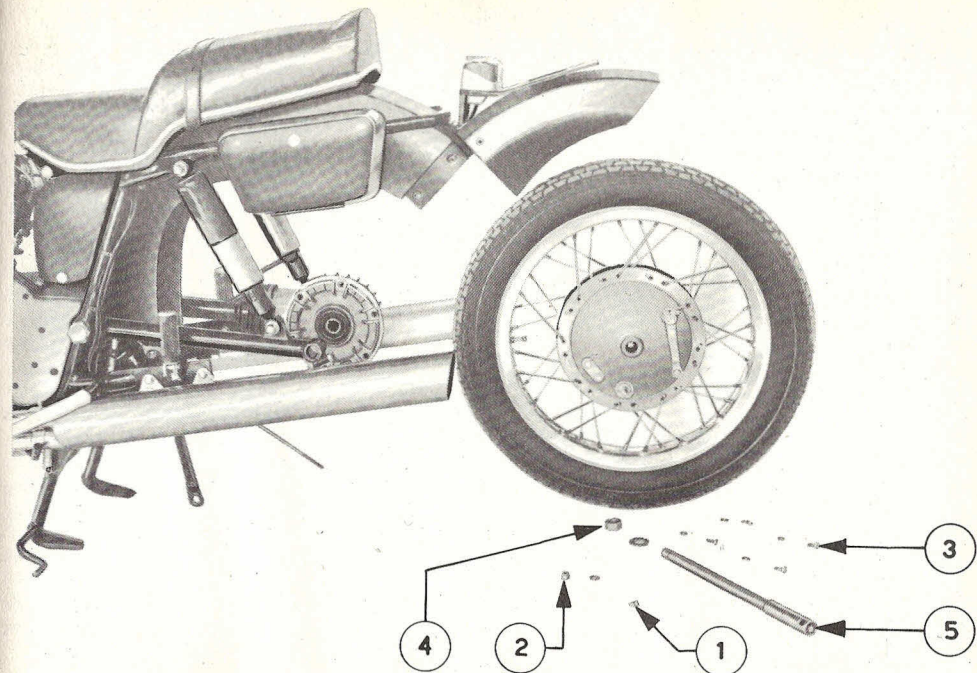

fig. 25
- Togliere il dado 1 fig. 25 registro levetta sulla flangia portaceppi e sfilare l'asta di comando del freno.
- Sfilare il tirante ancoraggio flangia portaceppi svitando il dado 2 fig. 25 con chiave mm. 14.
- Togliere le viti 3 fig. 25 che fissano la parte mobile del parafango.
- Togliere il dado 4 fig. 25 del perno ruota.
- Allentare il dado 5 fig. 25 sul braccio della forcella.
- Sfilare il perno ruota 6 fig. 25.
- Dévisser l'écrou 1 fig. 25 de réglage sur le levier sur la bride du portemachoire et defiler la tige de commande du frein.
- Retirer le tige qui retient la bride du portemachoirs en dévissant l'écrou 2 fig. 25 avec une clef de 14 mm.
- Enlever les vis 3 fig. 25 qui retiennent la partie mobile du garde-boue.
- Dévisser l'écrou 4 fig. 25 de la broche de la roue.
- Desserer l'écrou 5 fig. 25 sur le bras de la fourche.
- Retirer la broche de la roue 6 fig. 25. Avant de le remonter le nettoyer et graissér.
- Remove control lever adjust nut 1 fig. 25 at the brake shoe flange and remove the brake control rod.
- Unscrew nut 2 fig. 25 by means of a N. 14 spanner and remove the tie rod from the brake shoe flange.
- Remove screws 3 fig. 25 securing the movable part of the mudguard.
- Remove nut 4 fig. 25 from wheel spindle.
- Loosen nut 5 fig. 25 on fork leg.
- Remove wheel spindle 6 fig. 25.